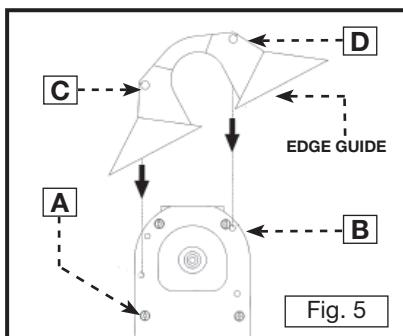

Fig. 5
1. Alinee los agujeros de la placa-base, (A) y (B), Fig. 5, con los agujeros de la guía de borde, (C) y (D), Fig. 5, introduzca los dos tornillos de cabeza y apriételos firmemente.